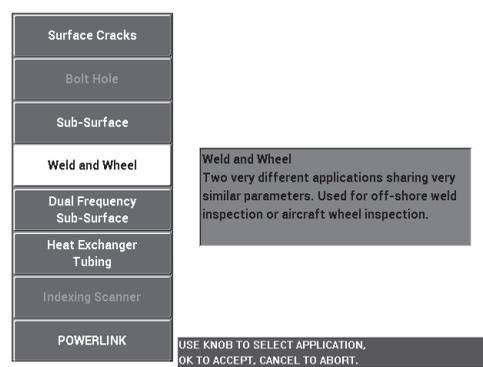

Figura 5-31 L'applicazione Saldatura e Ruota
2. Premere una volta il tasto di menu ADV SETUP () ed in seguito selezionare **SELEZ.APP.** (selezione dell'applicazione) [tasto A] per aprire il menu di selezione dell'applicazione. Selezionare **Saldat. e Ruota** (saldatura e ruota) con la manopola ed in seguito premere  per confermare (vedere Figura 5-31 a pagina 158).